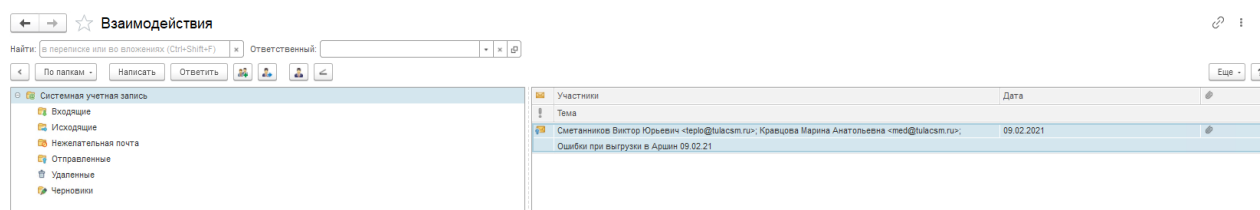

Рисунок 20
- **по папкам** - панель навигации заполняется доступными пользователю учетными записями электронной почты и их папками, используется только для работы с электронными письмами, рекомендуется при отсутствии SMS рассылки (рисунок 20).